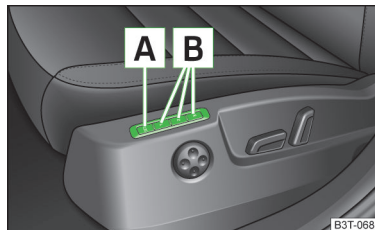

Fig. 71
La función Memory para el asiento del conductor ofrece la posibilidad de memorizar la posición del asiento del conductor y de los retrovisores exteriores. Puede asignarse una posición de ajuste a cada una de las tres teclas de memoria **B** » fig. 71.
- Pulse la tecla **SET** **A** » fig. 71.
- Pulse la tecla de memoria deseada **B** » fig. 71.
- Pulsar **brevemente** la tecla de memoria deseada **B** » fig. 71 con el encendido conectado.
- Pulse y mantenga pulsada una tecla cualquiera de la memoria **B** » fig. 71 de la página 88.
- Pulse la tecla **[SET]** **[A]** » fig. 71 de la página 88 y manténgala pulsada. Pulsar simultáneamente la tecla **[🔑]** en la llave con mando a distancia al cabo de 10 segundos.